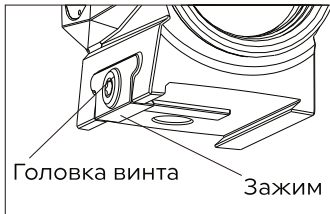

Рисунок 5
1.1 База SCRS (без кронштейна, входящего в комплект) совместима с креплениями Holosun 509T Footprint для использования в качестве дополнительного прицела на карабине (Рис.5). Используя комплектный кронштейн, SCRS можно установить на планку Picatinny (MIL-STD-1913).